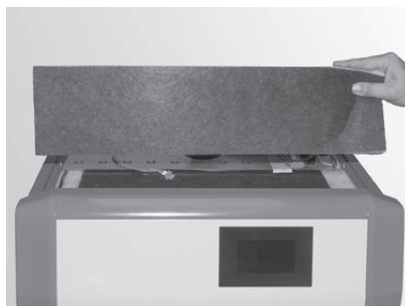
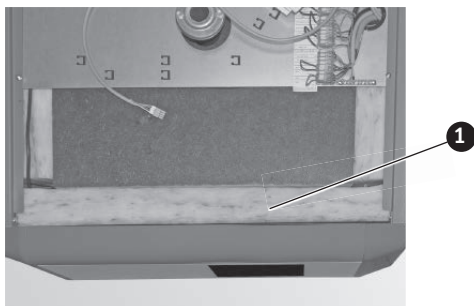

Fig. 92 Inserire l'isolamento nel pannello di comando
Fig. 93 Inserire l'isolamento nel pannello di comando - vista dall'alto
- ▶ Inserire l'isolamento all'interno del pannello di comando – Fig. 92, Fig. 93.